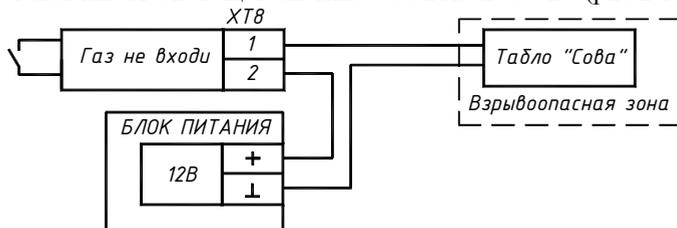

Рис.2.10 Схема подключения табло перед входом в помещение.
3) Тревожное **световое и звуковое оповещение** перед входом в защищаемое помещение и выходом из него осуществляется при помощи звуковых и световых оповещателей (табло), с необходимой надписью или пиктограммой. Выходы управления оповещателями типа «сухой контакт» позволяют применить подавляющее большинство оповещателей. Во взрывоопасных зонах рекомендуется устанавливать оповещатели типа «СОВА» и «ЗОВ» (рис.2.10, 2.11).
Световое табло к выходу ХТ9 «Автоматика отключена» подключается аналогично рис.2.10